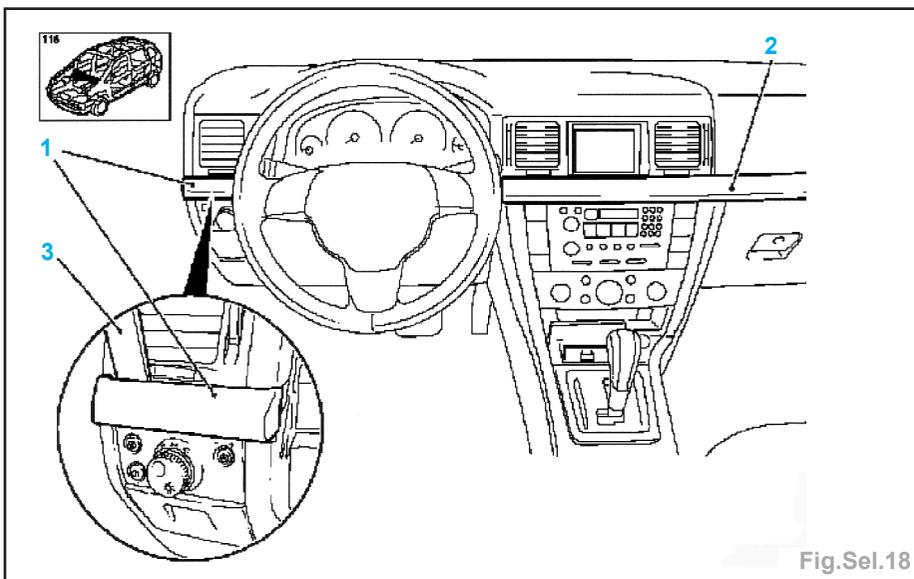

Fig.Sel.18
- Déposer (Fig.Sel.18) :
- la baguette D (2) en faisant levier avec une cale en plastique,
- le cache (1) en faisant levier avec une cale en plastique (3),